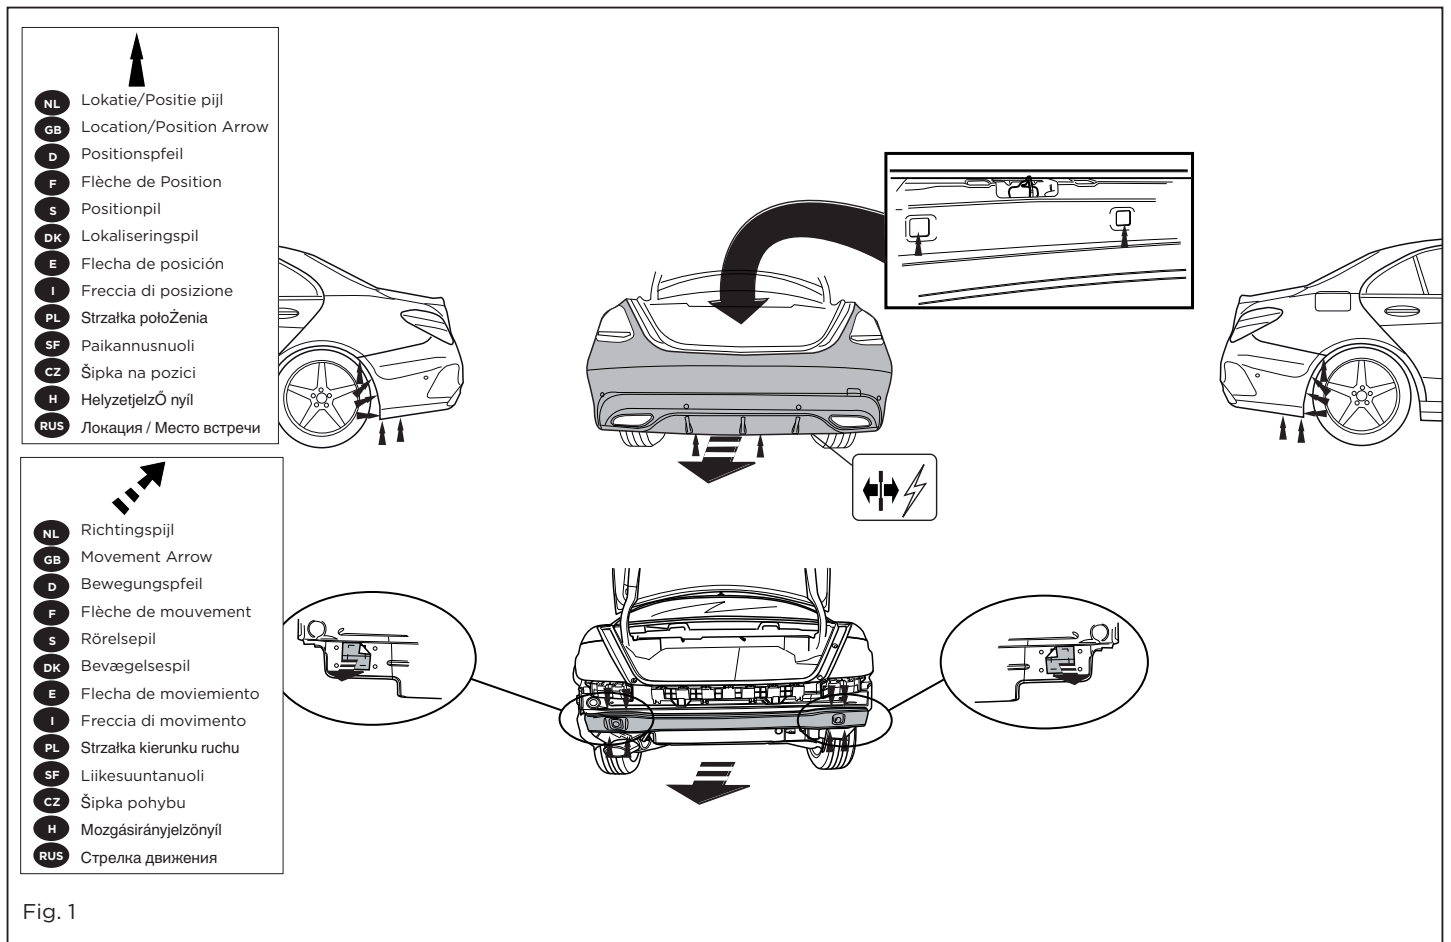

Fig. 1
The buffer beam will no longer be needed. See figure 1.
1. Die Stoßstange einschließlich des stählernen Stoßbalkens vom Fahrzeug abmontieren. Der Stoßbalken wird nicht mehr benötigt. Siehe Abbildung 1.
1. Déposer le pare-chocs du véhicule y compris la traverse en acier la traverse ne sera plus utilisée. Voir la figure 1.
1. Demonter kofangeren, inklusive køretøjets stålstødbjelke. Denne bliver overflødig. Se fig. 1.